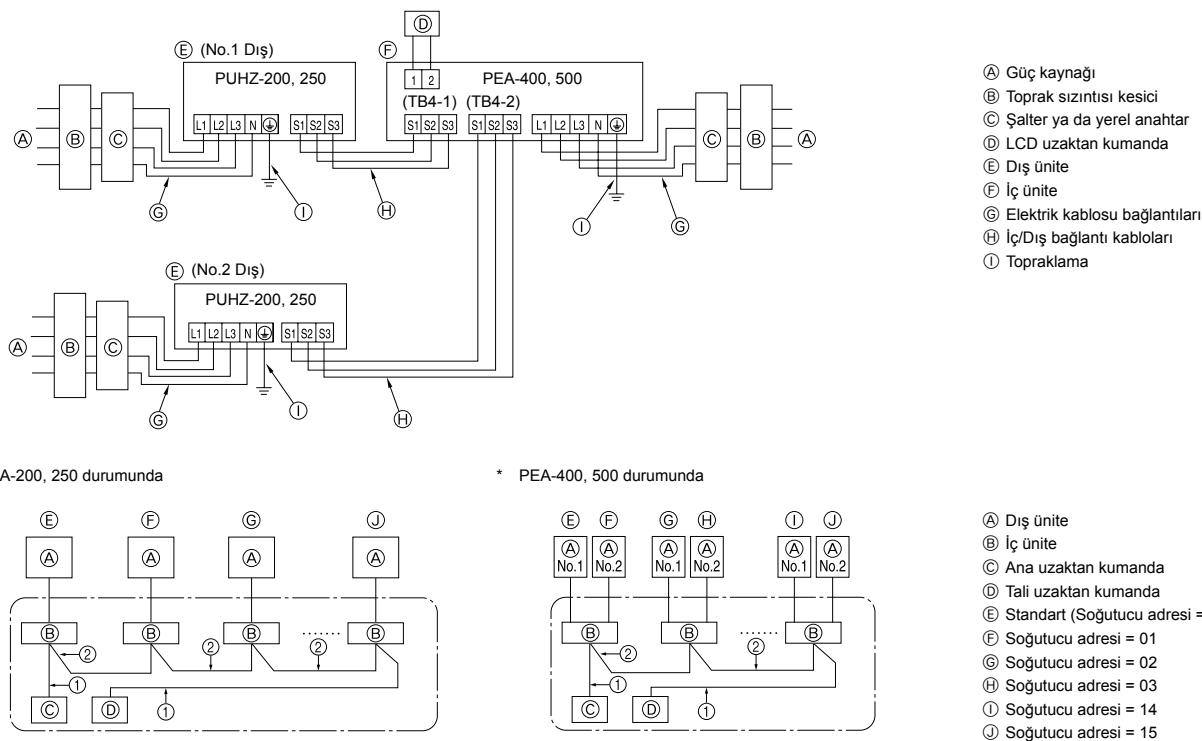

Fig. 6-2
6.1. Dış ünite (Fig. 6-1, Fig. 6-2)
- (1) Servis panelini sökünen.
- (2) Fig. 6-1 ve Fig. 6-2'ye bakarak kabloları bağlayın.